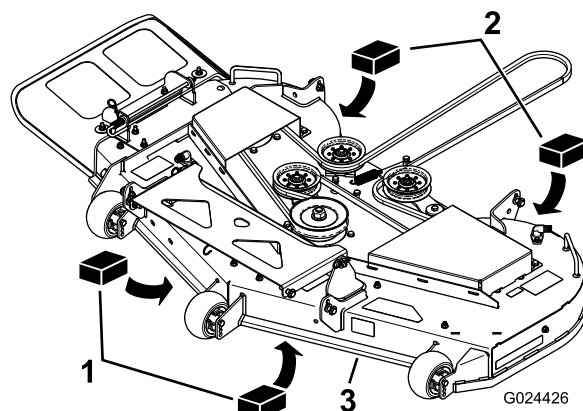

Figure 63
3. Placez deux cales de 6,6 cm (2⁵/₈ po) sous chaque côté du bord avant du tablier de coupe, mais pas sous les supports des galets anti-scalp (Figure 63).
4. Placez deux cales épaisses de 7,3 cm (2⁷/₈ po) sous le bord arrière de la jupe du tablier de coupe, une de chaque côté (Figure 63).